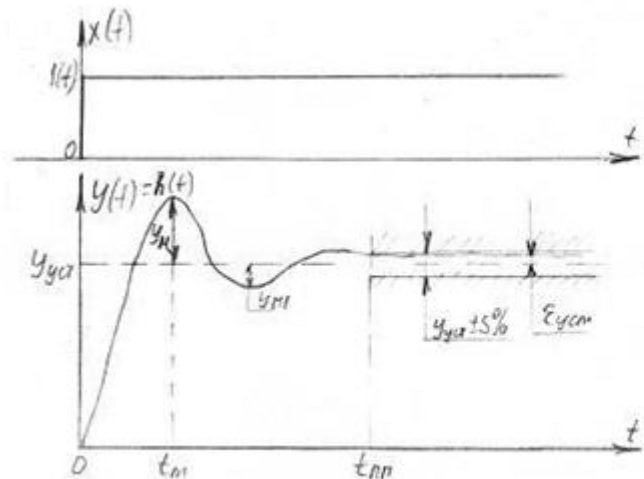

Рис. 2 К определению показателей качества управления
5.12. Определите показатели качества управления (рис. 2):